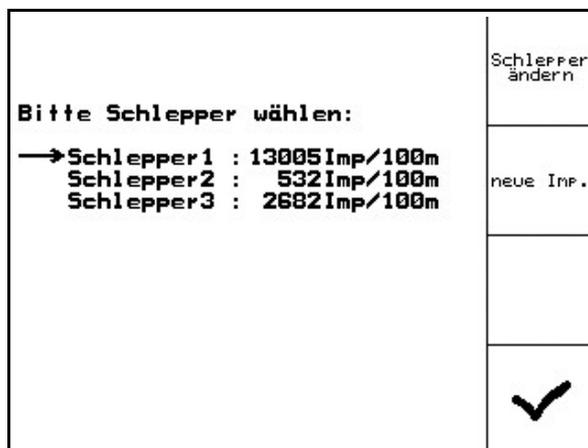

Рис. 44
1. Нажатием  вызовите меню "Наполнение" (Рис. 44).